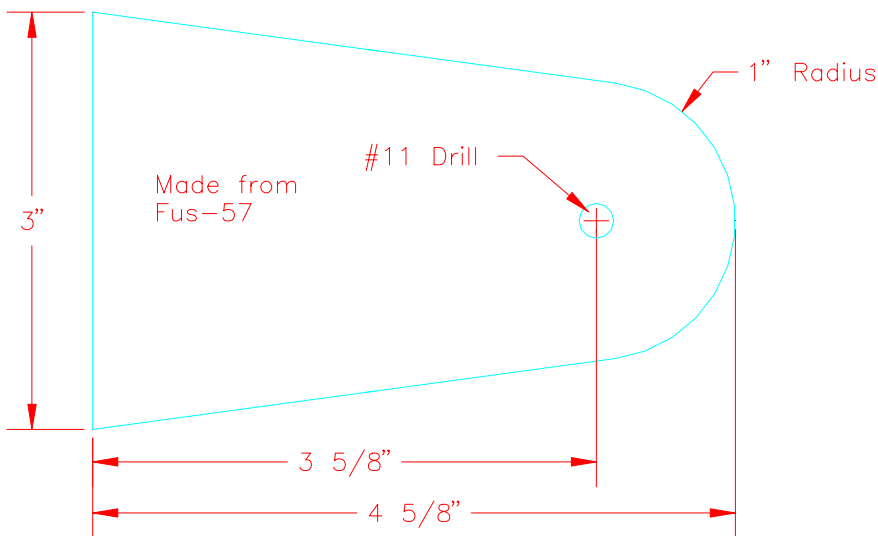

Figure 15.8.3
4) Cut out Torque Tube Hanger (CC-78) from .125 material (FUS-57). Figure 15.8.3.